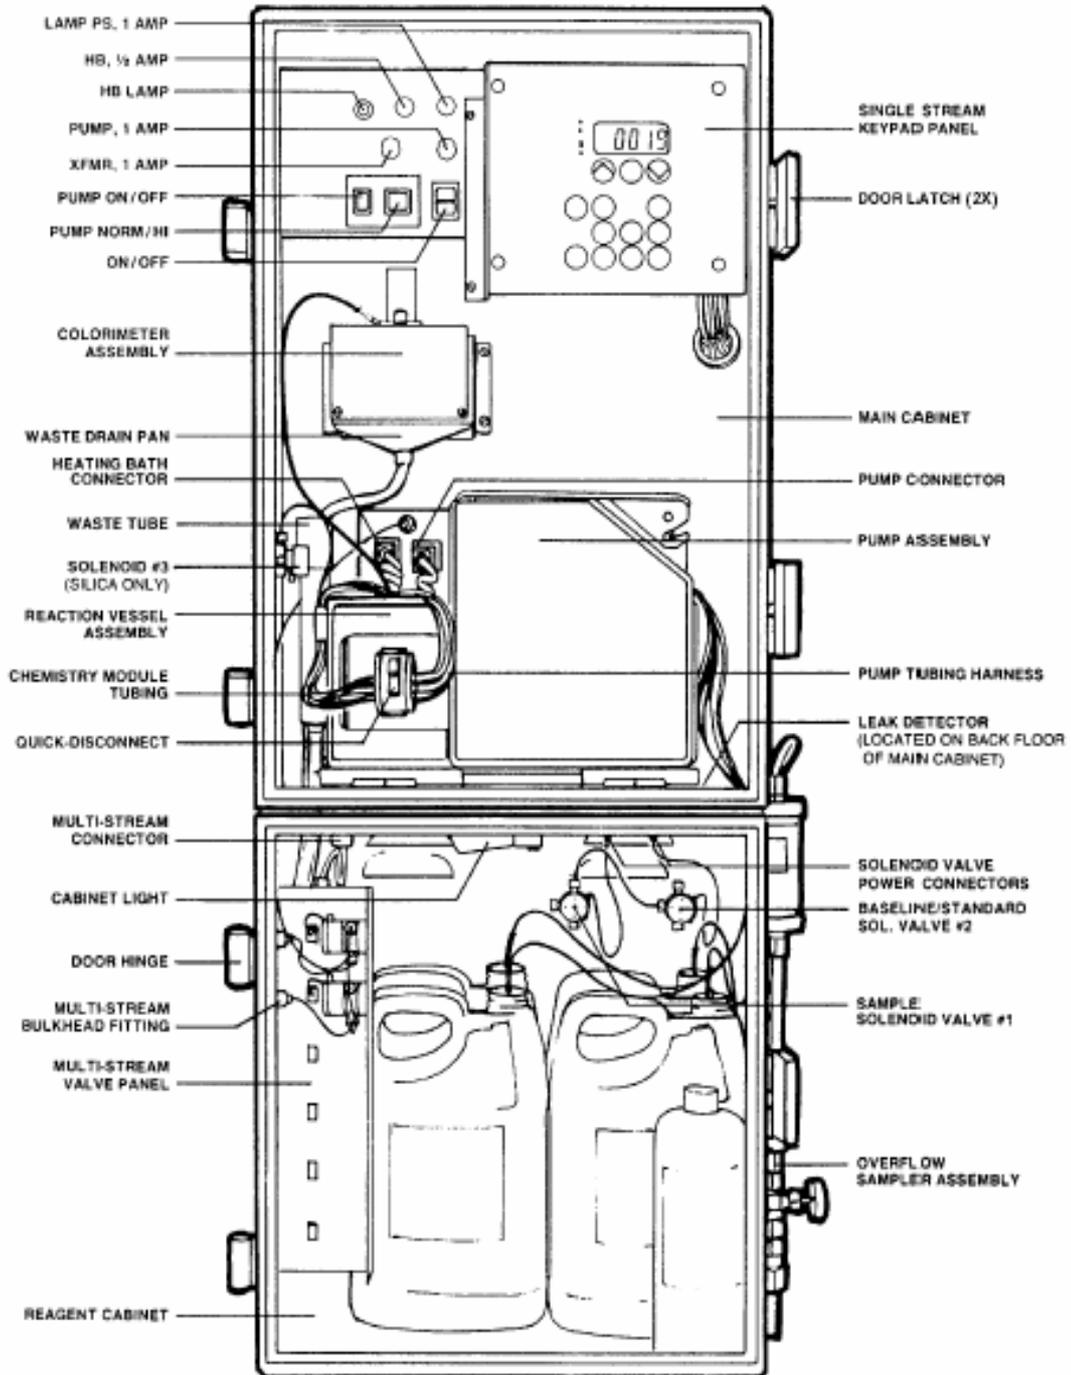

图 3-1 分析仪器正视图
注：在分析仪器的右下方是溢出样品取样器系统（见图3-1）。
2. 确保具备安全控制夹的塑料排废软管低于主控制柜（见图3-1）。